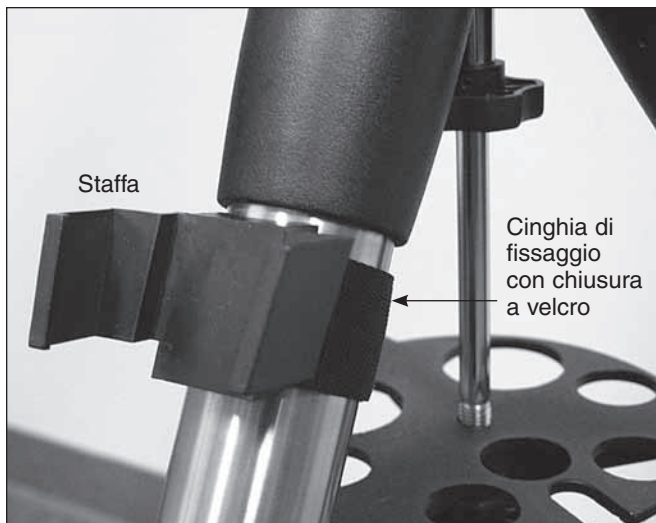

Figura 4. Il supporto dell'unità di controllo manuale deve essere fissato a una gamba del treppiede con la cinghia di fissaggio con chiusura a velcro.
3. Fissare il supporto dell'unità di controllo manuale in dotazione a una gamba del treppiede sopra il vassoio di supporto centrale del treppiede usando la cinghia di fissaggio con chiusura a velcro, come mostrato in **Figura 4**.